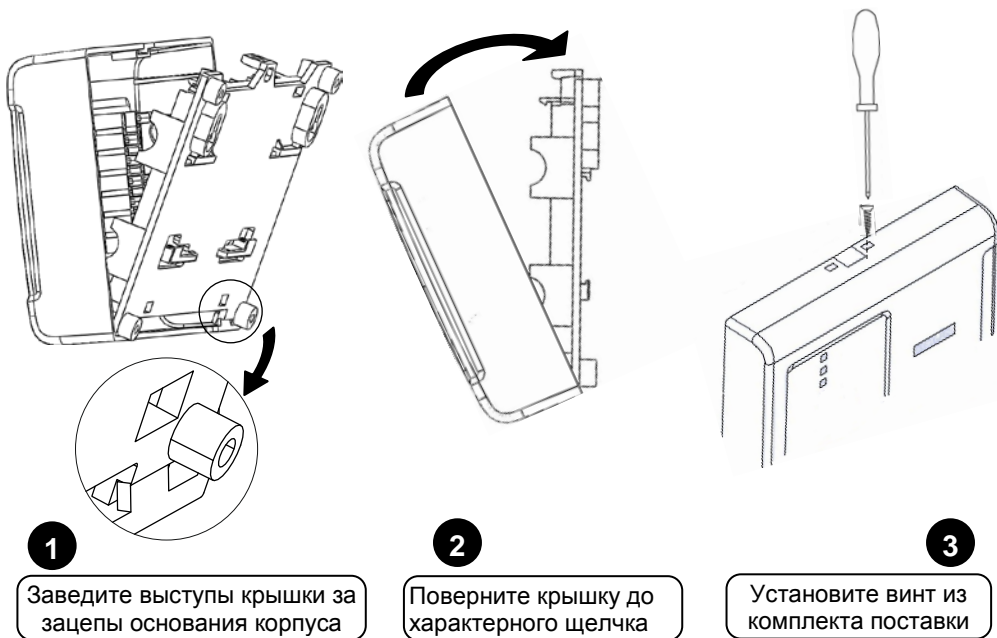

Рисунок 5. Установка крышки блока
4.6 Закройте крышку блока в порядке, указанном на рис. 5.